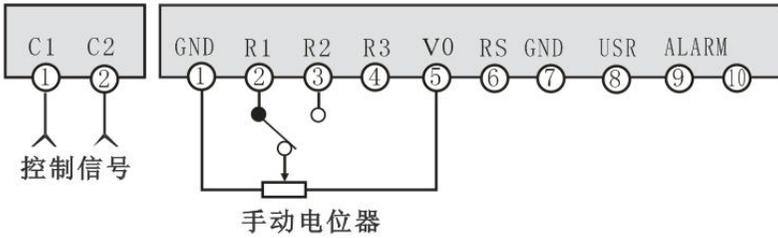

图 5: 手动带限幅功能的组合接线图
5.3.1.2 手动调整：按图 5 接线，外接 10K $\Omega$  手动电位器。电位器的两个固定端分别接 V0、GND 端，滑动接 R1 端。调整手动电位器，负载电压调整范围为 0~100%。此时，负载电压、电流应均匀变化且三相平衡。